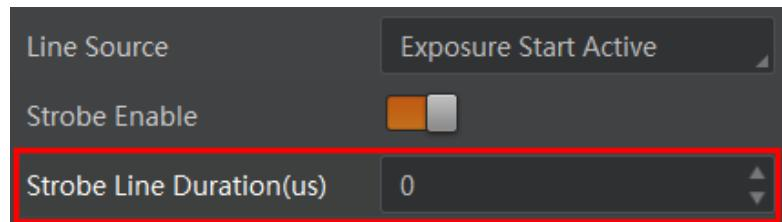

图5-6 Strobe 持续时间参数设置
*Strobe* 信号为高电平有效，信号输出的持续时间可通过 *Strobe Line Duration* 参数进行设置，单位为  $\mu\text{s}$ ，参数设置如图 5-6 所示。